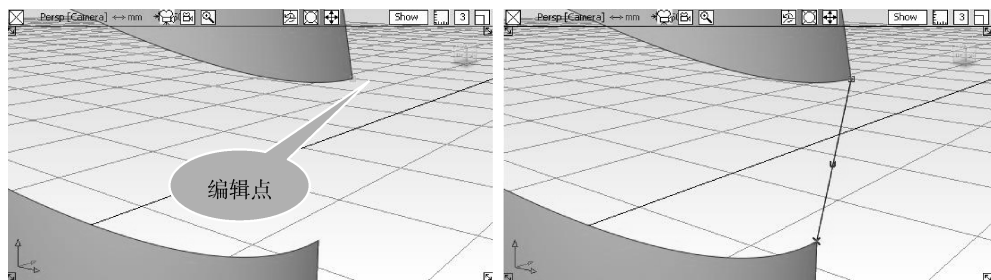

图 4-106 创建编辑点曲线
- 35 按住键盘上的【Ctrl】+【Alt】键，在透视窗中单击瓶体曲线的边，按住鼠标捕捉到曲面的角点，释放鼠标，放置第一个编辑点。单击下侧另一曲面的边缘，采用同样的方法，捕捉到曲面的角点，释放鼠标和键盘。执行标记菜单中【Pick nothing】命令，取消选择，如图 4-106 所示。